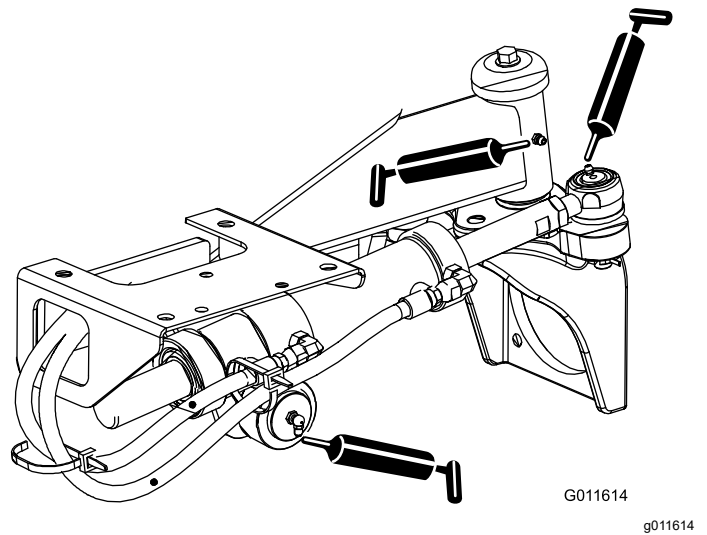

Bild 69
- Lenkzylinder-Kugelgelenke (2) und Hinterachse (1)—Bild 69